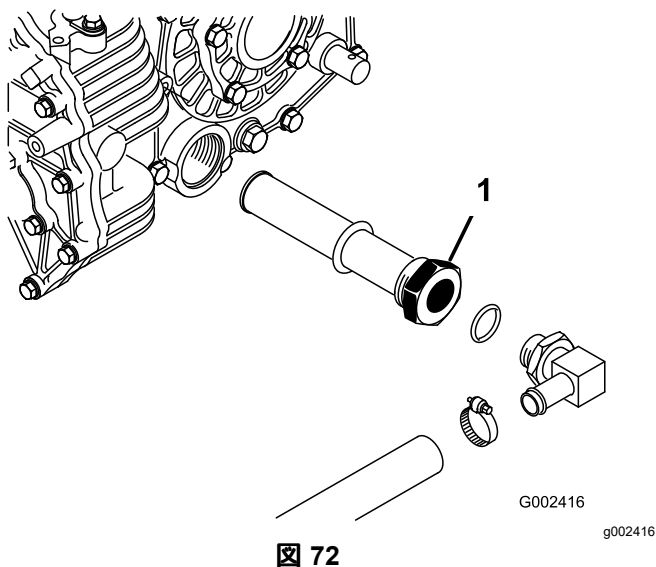

図 72
3. タンク側面のストレーナについている油圧ホースと90°フィッティングの向きを確認記憶する(図 72)。